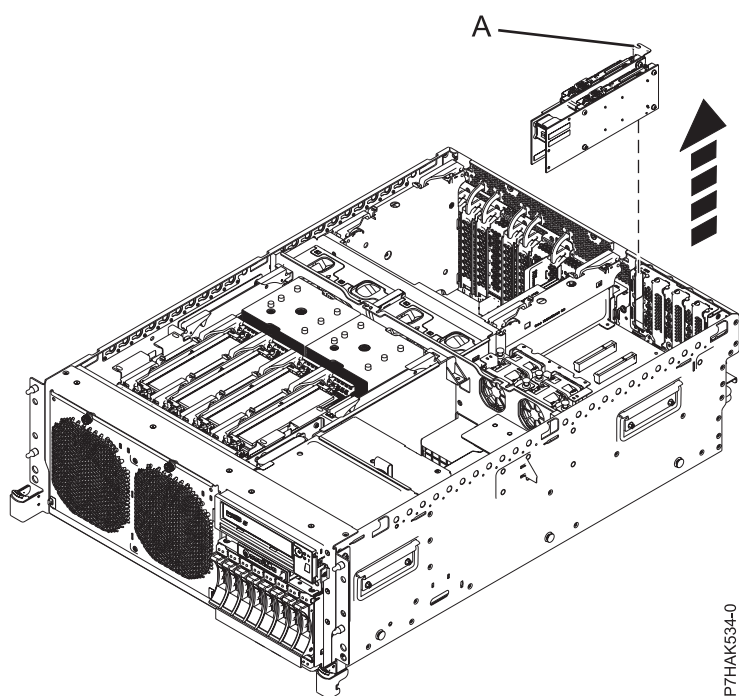
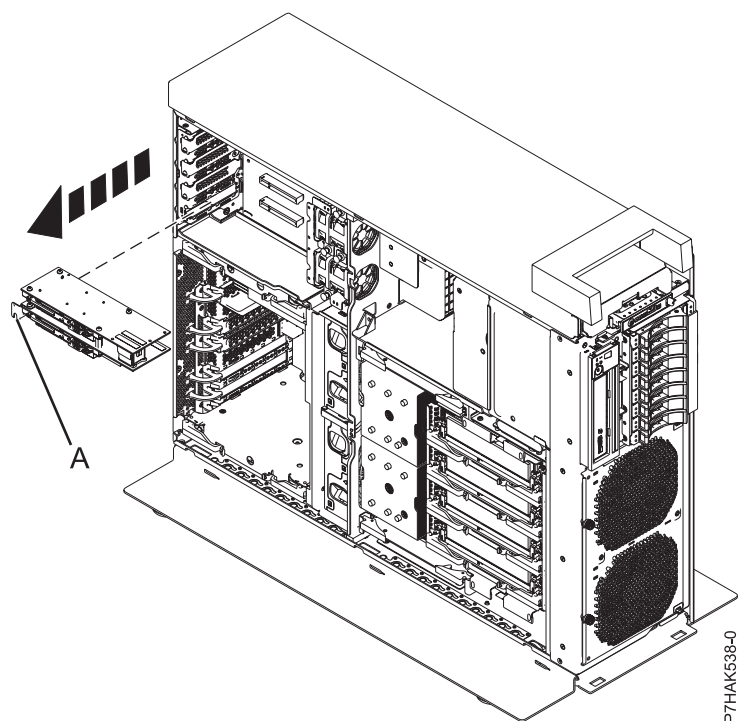

Figura 24. Remover um adaptador PCIe RAID e SSD SAS de um riser de expansão num sistema instalado em bastidor
Figura 25. Remover um adaptador PCIe RAID e SSD SAS de um riser de expansão num sistema autónomo
13. Se o sistema tiver um riser de expansão, poderá puxar o adaptador PCIe de baixo perfil da respectiva ranhura pelo contraponto (A), conforme demonstrado em Figura 24 na página 32 e Figura 25 na página 32.